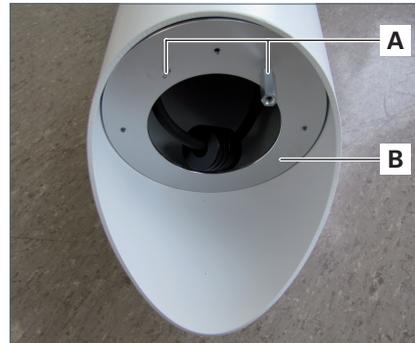

Fig. 1: Dévisser les boulons d'écartement.
2. Dévissez les deux boulons d'écartement **A**, voir Fig. 1.
3. Retirez l'anneau filtrant **B**, voir Fig. 1.